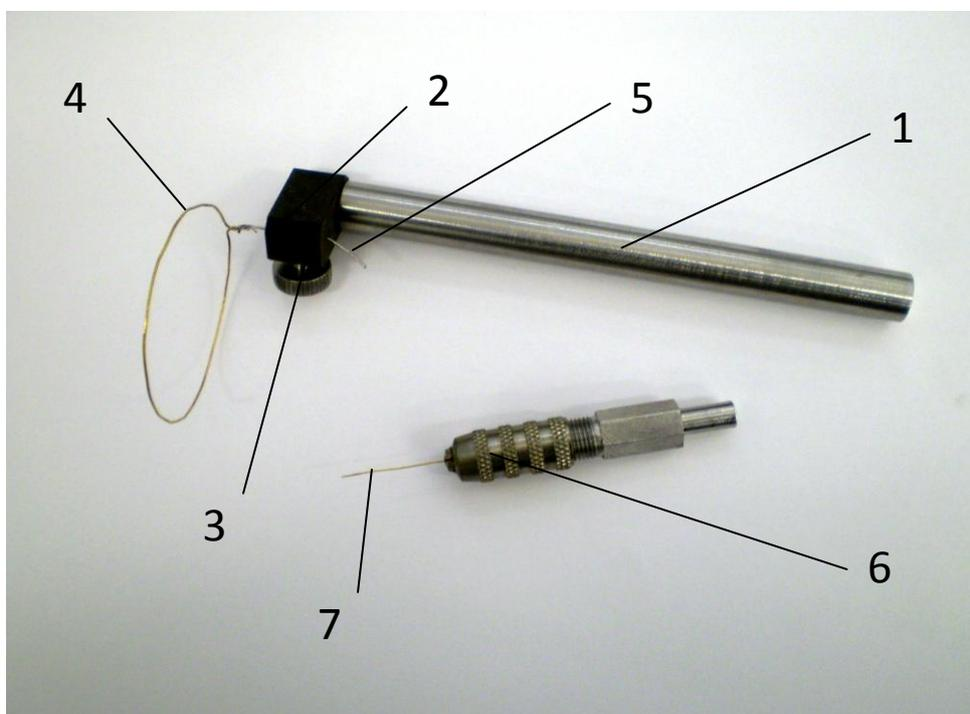

Рис. 3
- штатив **5** с платиновым кольцом. Штатив фиксируется на кронштейне **4** зажимным винтом **6**. На рис. 3 отдельно показан штатив с платиновым кольцом, где: **1** –
- цанговый патрон 11, закрепленный в зажимной втулке 10 винтом 12. В патроне 11 зажимается вольфрамовая проволока, которую необходимо травить. Вольфрамовая проволока через цанговый патрон 11 имеет электрический контакт с зажимной втулкой 10, но изолирована от корпуса металлической конструкции электрохимической ячейки. На рис. 3 отдельно показан цанговый патрон с вольфрамовой проволокой, где 6 – цанговый патрон, 7 – вольфрамовая проволока;